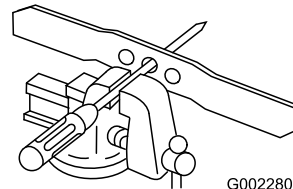

Figura 32
1. Verificați echilibrul lamei prin amplasarea orificiului central al lamei pe un cui sau o urubelniță a cărei coadă este fixată orizontal într-o menghină (Figura 32).